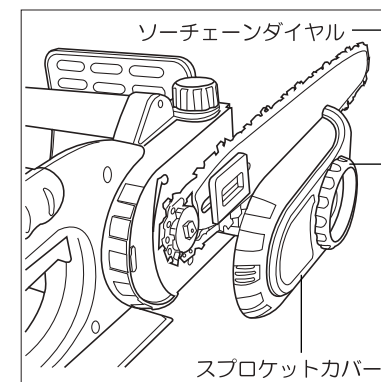
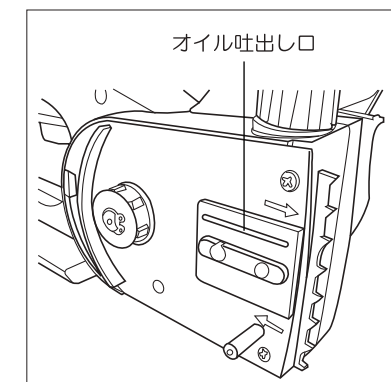

図7
図8
- ②ソーチェーンダイヤルの組付けられているスプロケットカバーを外してください。(図7参照)
- ③ガイドバー、ソーチェーンを外してください。
- ☑ソーチェーンを外したときは、オイル吐出し口、ガイドバー溝など清掃してください。目詰まりしたまま使用しますと故障の原因になります。(図8参照)